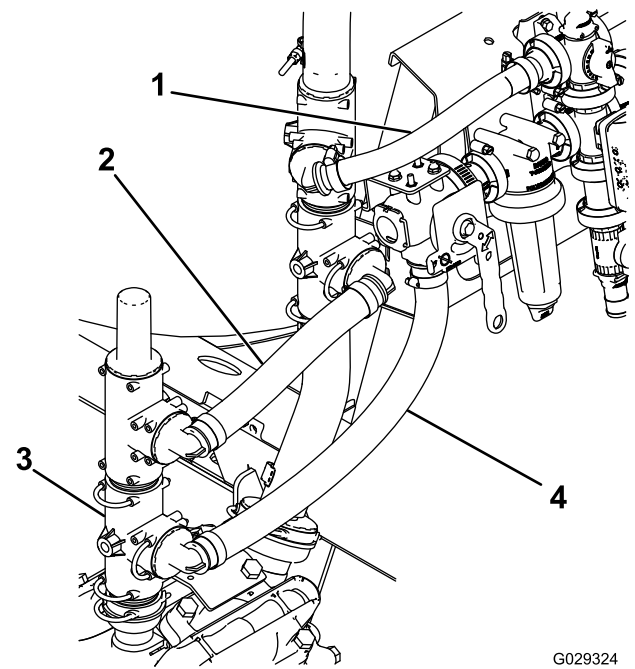

Bild 5
6. Drehen Sie das T-Anschlussstück des Schlauchs in der Nähe des Ejektorventils um 45° und befestigen Sie den neuen Überlaufschlauch (Bild 5).
7. Nehmen das horizontale T-Anschlussstück des Schlauchs von der Seite des Pumpen-T-Anschlussstücks ab und befestigen Sie es oben am Pumpen-T-Anschlussstück (Bild 5).
8. Schließen Sie den Zulaufschlauch an der Seite des Pumpen-T-Anschlussstücks und unten am Ejektorventil an (Bild 5).
9. Schließen Sie ein Ende des Überlaufschlauchs am oberen Pumpen-T-Anschlussstück und das andere Ende am unteren T-Anschlussstück in der Nähe des Ejektors an (Bild 5).